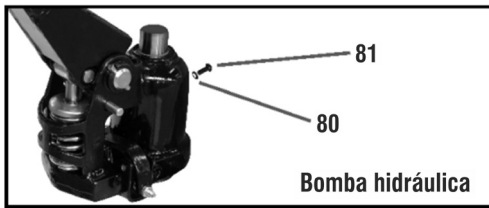

Fig. 9 – Completando ou substituindo o óleo
- c. Para o correto funcionamento do equipamento, utilize na bomba somente óleo hidráulico viscosidade ISO VG 32 (aproximadamente 250 ml). Verifique periodicamente o nível de óleo da bomba e, caso necessário, complete o volume. Também recomendamos substituir totalmente o óleo da bomba a cada 12 meses e, se necessário, substituir também os reparos. Para completar ou substituir o óleo, remova o parafuso (81) e o anel o-ring (80) e complete o volume de óleo. Recoloque o anel o-ring e o parafuso, (fig. 9).